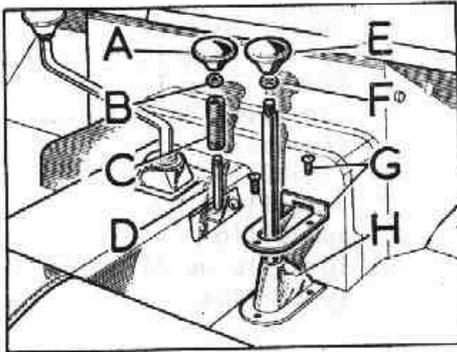

Fig. Q-30 Palancas para tracción total y caja reductora
- 1.1. Desmontar el pomo, E, (Fig. Q-30) y la contratuerca, F, de la palanca de la caja reductora.